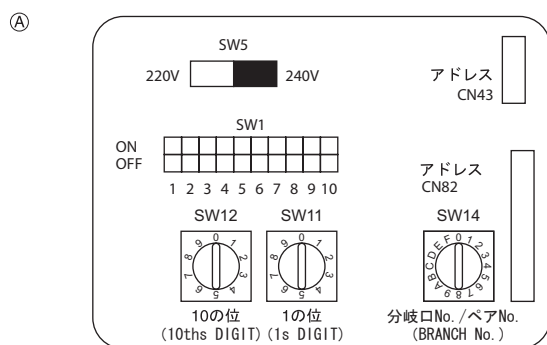

Fig. 5-5
5.5. Установка адресов (Fig. 5-5)